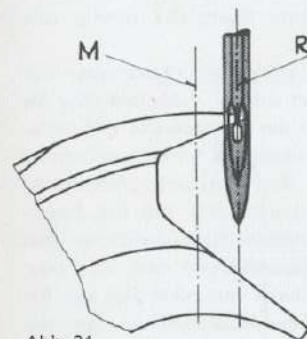

Abb. 34
Jetzt stellt man den Greifer (54) durch Verdrehen der auf der Vertikalwelle (46) sitzenden Hubkurbel (47) so ein, bis die Greiferspitze mit der Vorderkante Nadel (60) abschneidet (Abb. 34). Die gelösten Schrauben (49) und (50) der Hubkurbel (46) zieht man wieder fest.
Nach beendetem Schleifenhub soll die Unterkante der Greiferspitze mit der Oberkante des Nadelohrs abschneiden. Man löst die Klemmschraube des Nadelstangenmitnehmers und stelle die Nadelstange in diese Lage, und zieht die Schraube wieder fest (siehe Abb. 34).